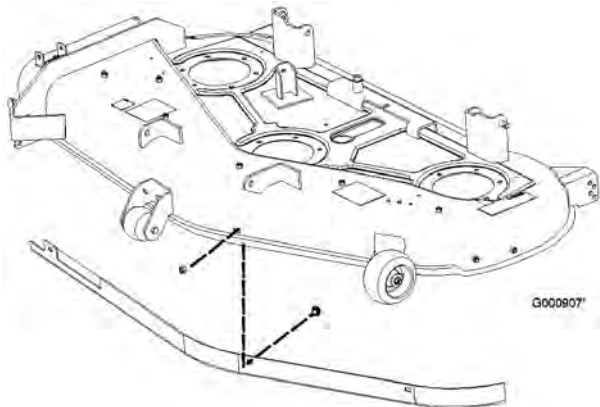

Figure 19
2. Retirez les boulons de carrossier et les contre-écrous qui fixent le déflecteur avant au plateau (Figure 19). Déposez le déflecteur avant pour accéder au déflecteur Recycler® droit.
6. Reposez le déflecteur avant et fixez-le au plateau (Figure 19) au moyen de la visserie retirée précédemment.
2. Retirez les boulons de carrossier et les contre-écrous qui fixent le déflecteur avant au plateau (Figure 19). Retirez le déflecteur avant pour monter le déflecteur Recycler® droit.